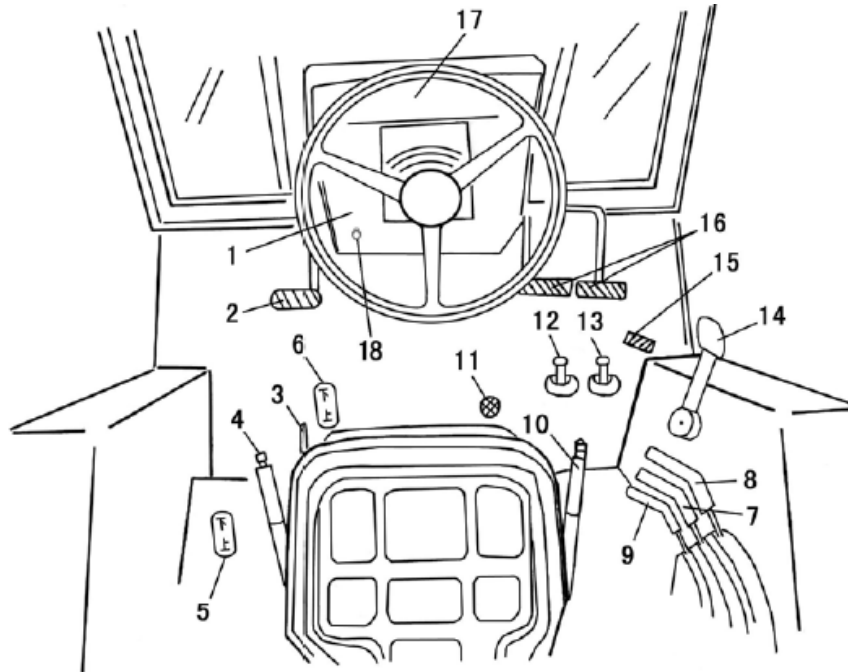

Figura 4-1 Joystick, pedales y botones de control
El pedal y el botón de control se muestran en la figura 4-1.
(3) Tire de la clavija de tope para aflojar el cable de tracción de tope. En este momento, la bomba de inyección de combustible está en la posición de suministro de aceite.
(4) Coloque el joystick del acelerador de mano 14 en la posición intermedia (vea la figura 4-1).
(5) Inserte la llave en la posición "OFF" en el interruptor de arranque de ignición "E".
(6) Para los nuevos tractores que han sido reacondicionados o detenidos durante mucho tiempo, el aire en el circuito de aceite debe retirarse antes de comenzar a asegurar el arranque suave del motor diesel. Refiera al "extractor del sistema de combustible 5.2.2.22" para los métodos específicos.
Después de iniciar el motor, ejecute a una velocidad media para 5-10 minutos. Después de que la temperatura del agua del motor no sea inferior a 60°C, empiece de la siguiente manera (vea la figura 4-1):
(1) Tire hacia arriba de la manija de operación del elevador 9 (vea la figura 4-1) para levantar la maquinaria agrícola suspendida.
(2) Oprima el pedal del embrague principal 2 y coloque las palancas de cambio principal y auxiliar 12 y 13 en la posición de engranaje requerida.
(3) Empuje hacia abajo la palanca del freno de estacionamiento 4 para soltar el freno de estacionamiento.
(4) Suene la bocina y observe si hay algún obstáculo alrededor.
(5) Opere el mango del acelerador de mano 14 o el pedal del acelerador de pie 15 para aumentar gradualmente la velocidad del motor y soltar lentamente el pedal del embrague principal 2 para hacer que el tractor arranque suavemente.